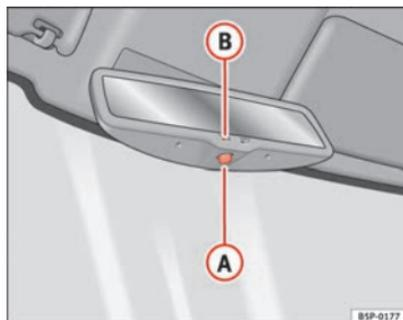

Fig. 66 Specchio retrovisore interno fotocromatico
– Premere il tasto **A** ⇒ fig. 66. La spia **B** si spegne.
– Premere il tasto **A** ⇒ fig. 66. La spia si accende.